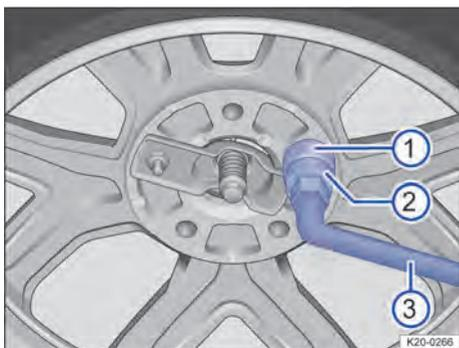

Fig. 189 Remover o dispositivo antifurto.
- Retirar o adaptador do dispositivo antifurto → Fig. 189 ② e a chave de roda → Fig. 189 ③ da caixa de ferramentas.
- Retirar a capa de cobertura do porca de segurança → Fig. 189 ①.
- Inserir o adaptador do dispositivo antifurto ② e a chave de roda ③ na porta de segurança ①.
- Girar a porca de segurança ① com a chave de roda ③ totalmente no sentido anti-horário.